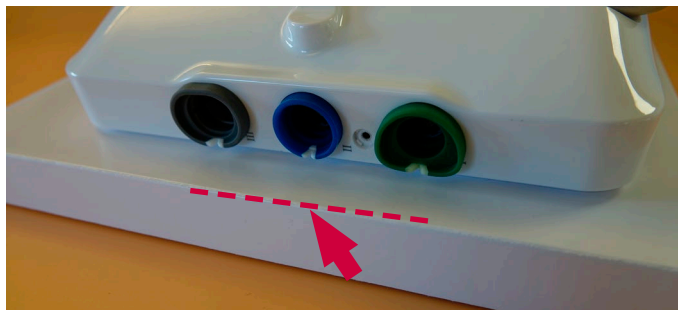

Bild 30 Sätt tillbaka höljets baksida, börja med sidan med färgringarna
c) Sätt tillbaka höljets baksida; börja med den sida där färgringarna sitter (bild 30)